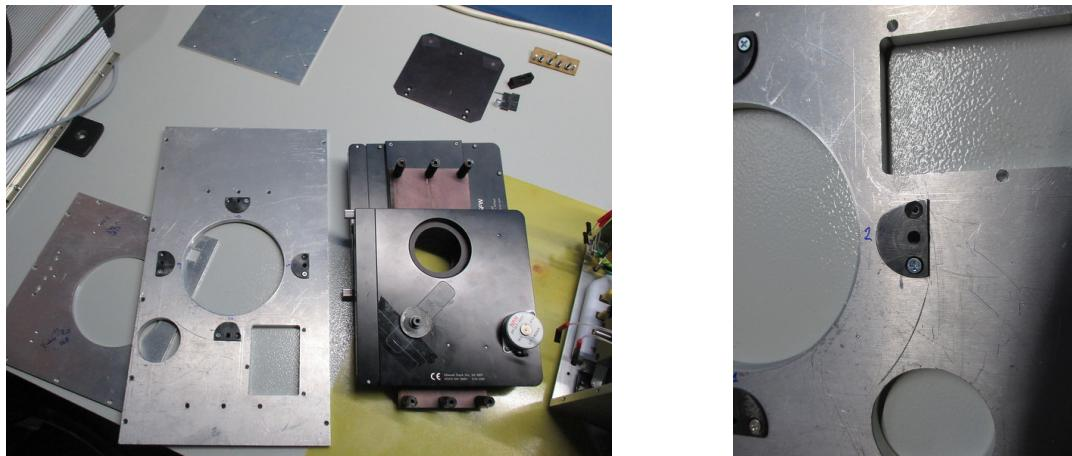

Рис. 17: Снятие панели крепления турелей.
**4.** Открутить шесть винтов, крепящих панель турелей к верхней плате фотометра. При сборке удостовериться, что находящееся вблизи прямоугольного окна резьбовое соединение крепления фланца светоприемника соответствует изображенному на рис. 17 слева (у данного экземпляра подрезана сторона вблизи винта фиксации колеса верхней турели).